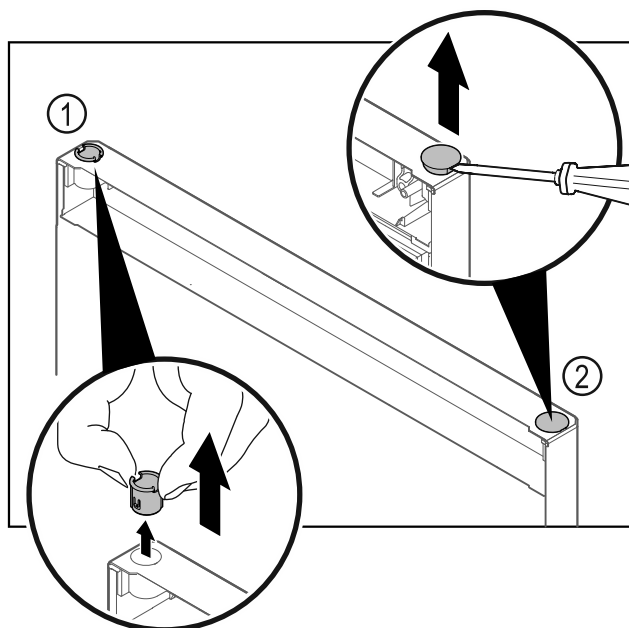

Fig. 25
- ▶ Scharnierbus Fig. 25 (1) met de vingers eruit trekken.
- ▶ Afdekstop Fig. 25 (2) voorzichtig met een sleufschroevendraaier optillen en eruit trekken.